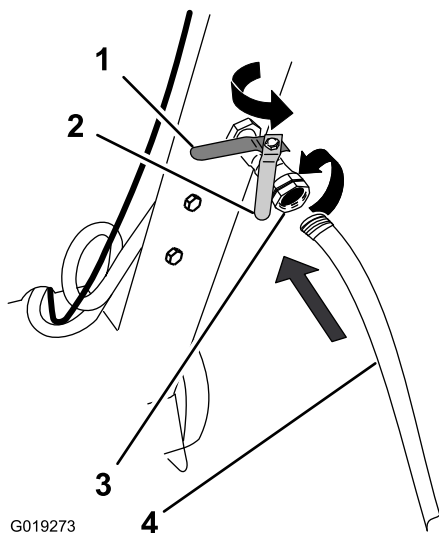

Figure 28
2. Au dos de la machine et sous la console de l'utilisateur, localisez le robinet d'arrêt d'eau et le raccord (Figure 28).
7. **Pour la coupe humide**, tournez la poignée du robinet d'arrêt d'eau en position ouverte (Figure 28).
3. **Pour la coupe humide**, tournez la poignée du robinet d'arrêt d'eau en position fermée (Figure 28).